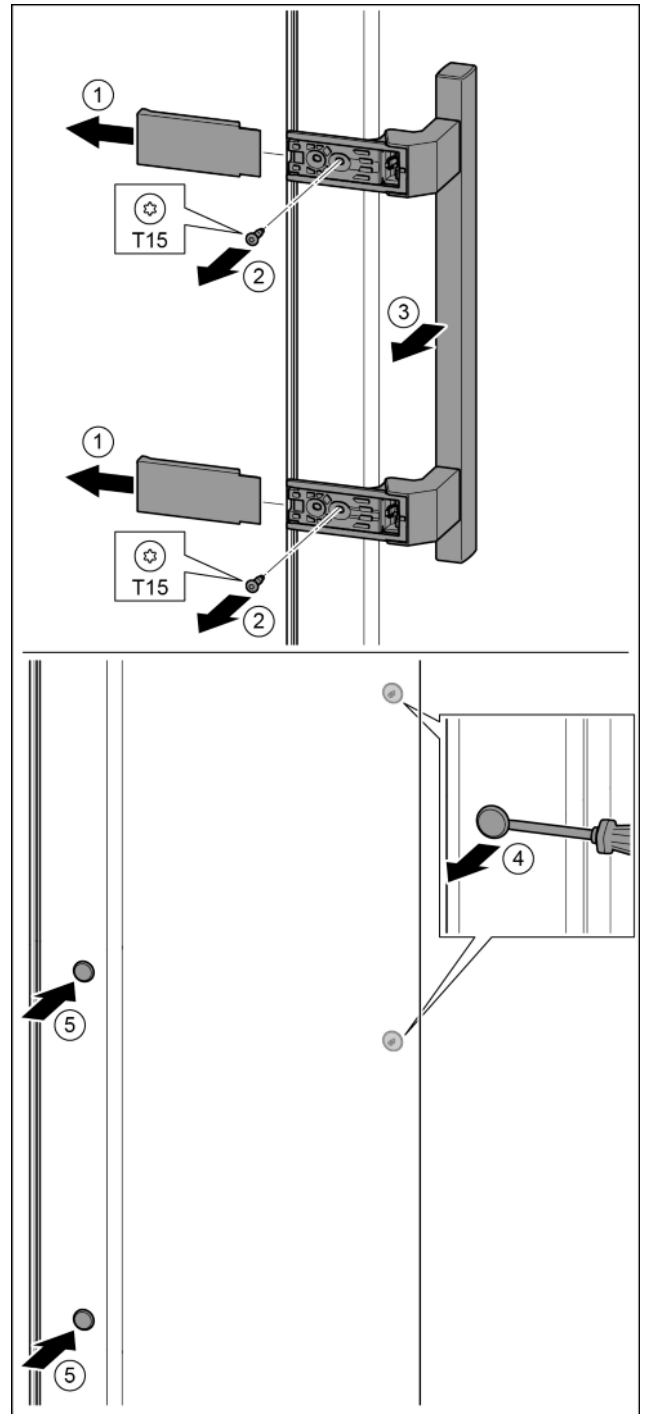

Fig. 17
- ▶ Retirer le cache. Fig. 17 (1)
- ▶ Desserrer les vis avec un tournevis T15. Fig. 17 (2)
- ▶ Déposer la poignée. Fig. 17 (3)
- ▶ Soulever délicatement le bouchon latéral avec un tournevis plat et le sortir. Fig. 17 (4)
- ▶ Remettre en place le bouchon de l'autre côté. Fig. 17 (5)